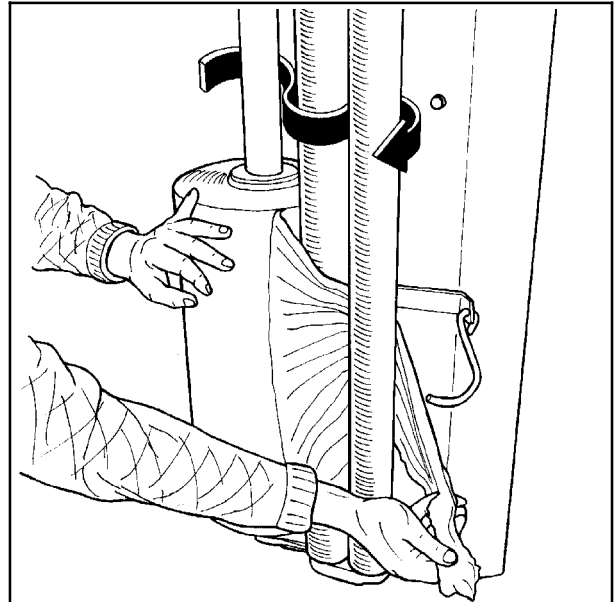

Fig. 6-2
- 6.3 Faites passer le plastique entre les rouleaux du tendeur comme indiqué par la flèche (voir fig. 6-2). (Voir aussi la plaque fixée au bras rotatif).